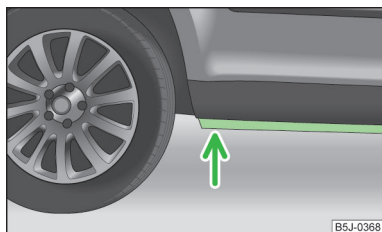

Fig. 96
- Determinar la profundidad del agua antes de un vadeo. El nivel del agua debe llegar como máximo al alma del larguero inferior » fig. 96;